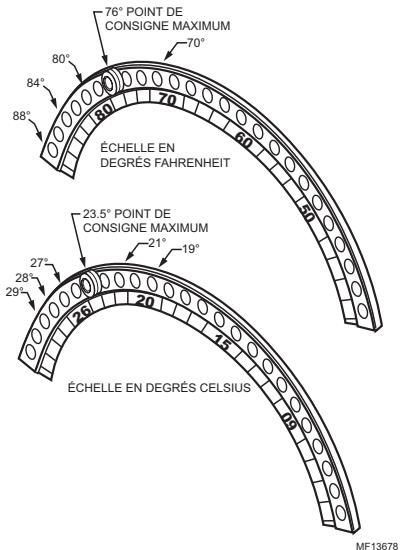

Fig. 5. Réglages de la butée de température maximale.
5. Remettre le thermostat sur sa base et régler le point de consigne à la température désirée. Voir la Fig. 5.